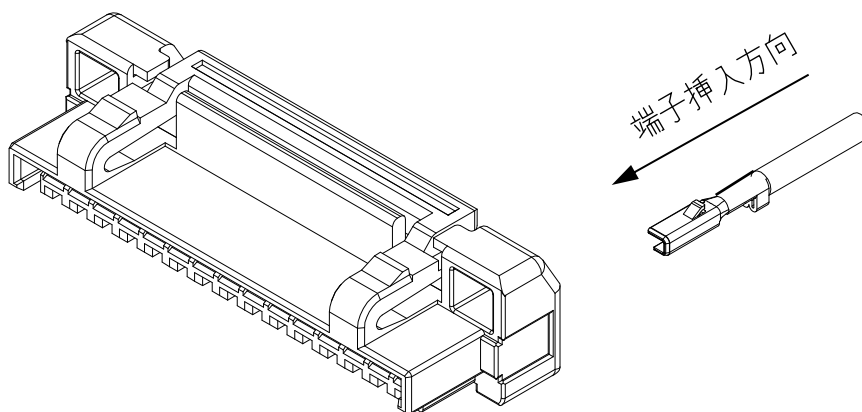

Fig.6-1 装着方向
- ③ 端子ランス部が、プラグハウジングの中央に向かうように持ち、端子が突き当たる位置まで（300～500g 程度の力で）ゆっくりと真っ直ぐ装着してください。（Fig.6-1）